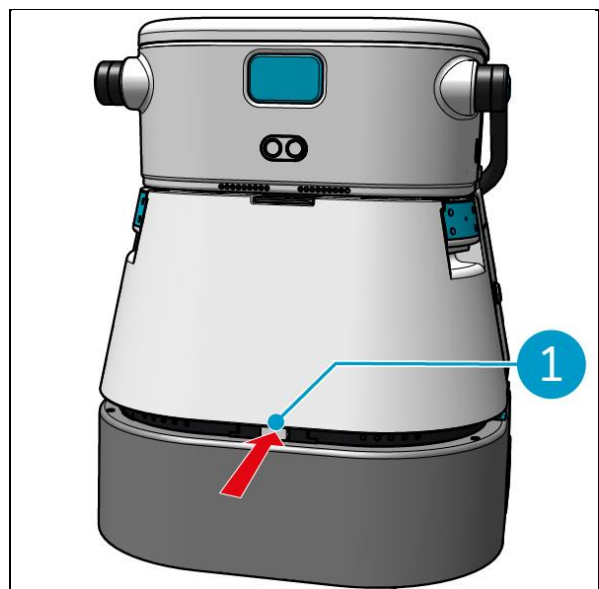

Abbildung 13
1. Drücken Sie die Entriegelungstaste (Abbildung 13, Pos. 1), um den Frischwassertank zu entriegeln.